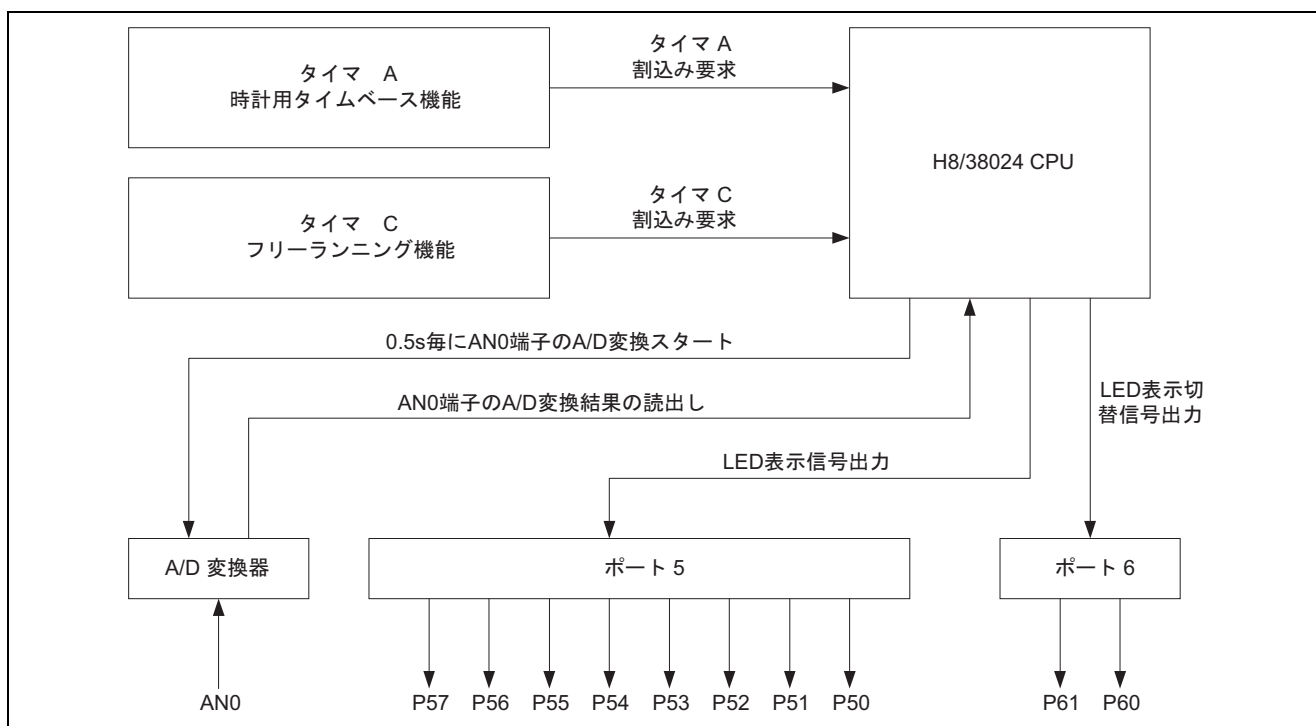

図 4 使用機能ブロック図
(1) 図 4 に本タスク例における H8/38024 の使用機能のブロック図を，表 1 に機能割り付けを示します。